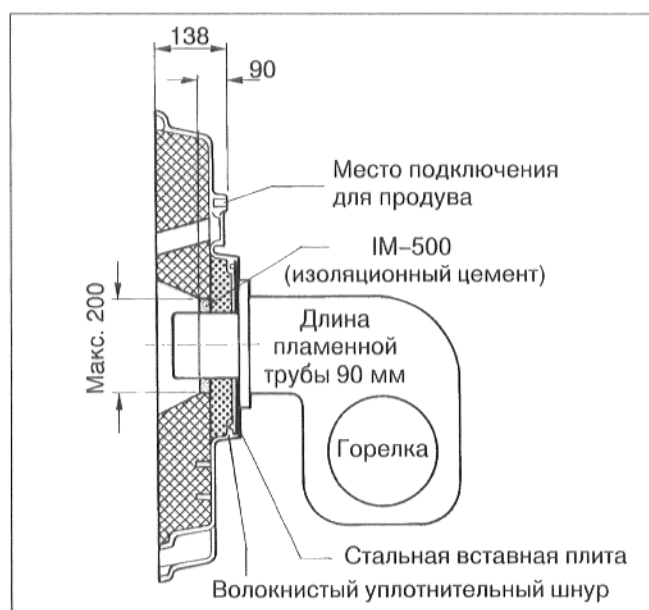

Рис. 25: Дверца горелки
- Обмотать трубку горелки гофрированным картоном или подобным материалом и привязать ее. Произвести монтаж трубки горелки и заполнить зазор, оставшийся между изоляцией дверцы горелки и трубкой горелки, изоляционным цементом, входящим в комплект поставки (рис. 25).
- Соединить место подключения для продува с горелкой (рис. 25), чтобы смотровое окошко было свободно от осадков.